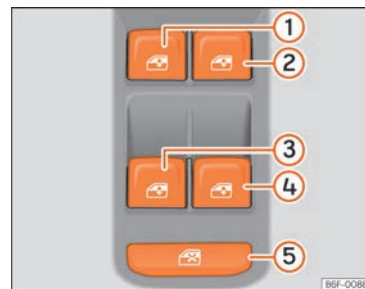

Abb. 60 Ausschnitt der Fahrertür: Tasten zum Bedienen der elektrischen Fensterheber
Mit dem Sicherheitsschalter **» »** (Abb. 60) ⑤ in der Fahrertür können die Fensterheber-Tasten in den hinteren Türen außer Funktion gesetzt werden.